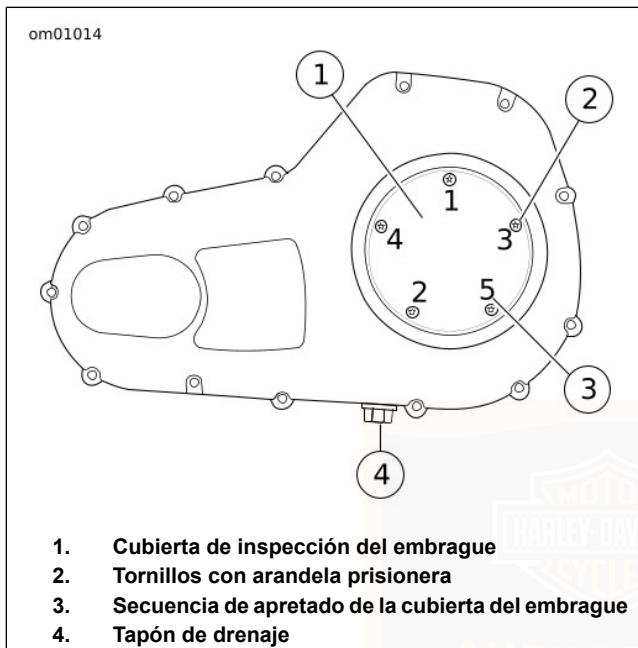

Figura 56. Cubierta del guardacadena primario
4. Vea Figura 56. Retire la cubierta de inspección del embrague de la cubierta del guardacadena primario.
3. Vea Figura 56. Retire la cubierta de inspección del embrague de la cubierta del guardacadena primario.
10. Vea Figura 56. Instale la cubierta de inspección del embrague. Apriete los tornillos en la secuencia mostrada a 9,5–12,2 N·m (84–108 **in-lbs**).